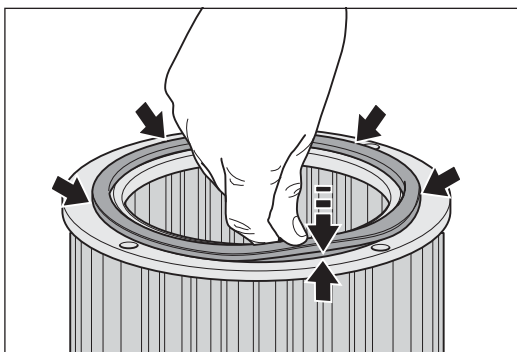

Fig. 29 Compruebe si la junta está bien puesta en el filtro antes de colocarlo otra vez en el separador de polvo.
- 1 Antes de incorporar el nuevo filtro, revise a fondo si el anillo obturador de goma ha sido colocado correctamente en la ranura anular del elemento filtrante (Fig. 29).